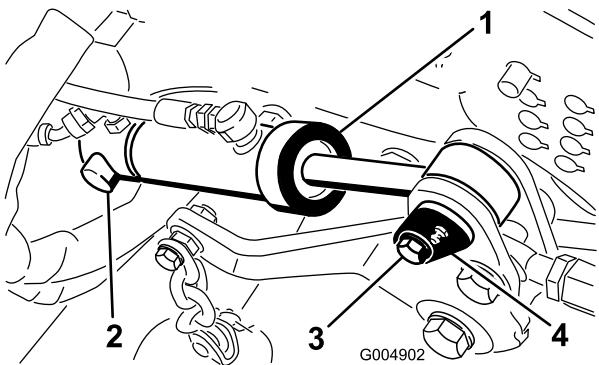

Figura 97
- 9. Retire el anillo de retención que sujeta el extremo trasero del cilindro de elevación de la carcasa al pasador de giro (Figura 97).
10. Retire el tornillo que sujetla el pasador de giro delantero del cilindro al bastidor de la carcasa de corte (Figura 97).
12. Retire el pasador de giro delantero y retire el cilindro del pasador trasero (Figura 97).